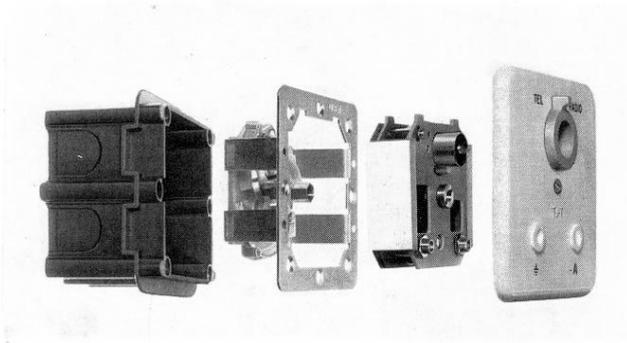

Abb. 185
- Kleinere Abmessungen dank Anwendung der Leiterplattentechnik. Der Steckdoseneinsatz kann in genormte Unterputz-Einlasskasten eingebaut werden (siehe Abb. 185).